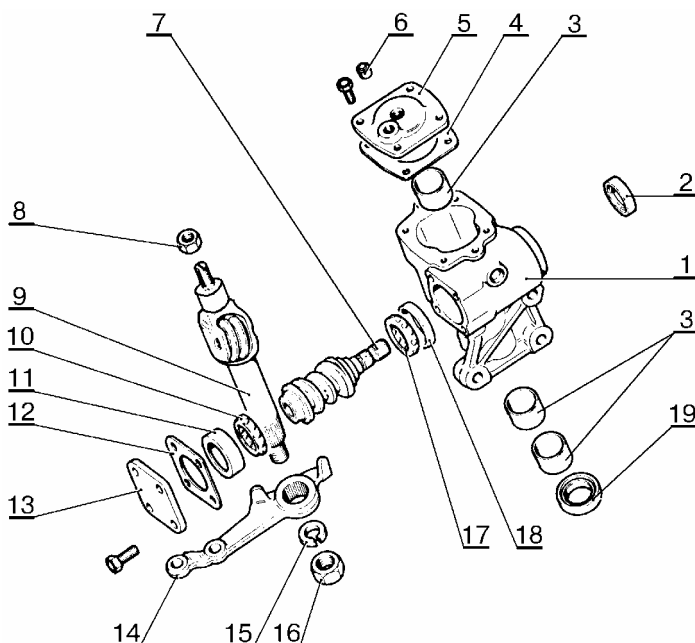

Рис.20. Сборка рулевого механизма 2123-3400012:
<p>жидкая прокладка КЛТ-75 ТМ ТУ 38.403-733-91 – норма расхода 5 грамм, головка сменная 13, вороток или гайковерт типа ИП-3111).</p> <p>ПРИМЕЧАНИЕ. Перед сборкой на резьбовую часть болтов крепления верхней крышки нанести герметик УГ-6.</p> <ul style="list-style-type: none"> - установить на вал сошки сошку 17, пружинную шайбу 18 и завернуть, не затягивая, гайку 19 крепления сошки (головка сменная 30 и вороток); - вращая вал червяка, установить сошку ориентировочно в середине хода, установить нулевой зазор в зацеплении "червяк - ролик" при помощи регулировочного винта. При нулевом зазоре стрелка индикатора, опертого на боковую поверхность сошки, должна отклоняться одновременно с началом вращения вала червяка в ту или в другую сторону (головка А.95697/5, вороток, отвертка плоская, штатив ШМ-II В-8, индикатор ИЧ-10); - установить на регулировочный винт стопорную шайбу 9 и затянуть контргайку 8 (отвертка плоская, ключ гаечный 19); - проверить момент вращения вала червяка. Момент вращения должен быть не более (100...120) Н.см [(10...12) кгс.см] в пределах угла поворота вала червяка не менее 30° от среднего положения вправо и влево и не более 75 Н.см (7,5 кгс.см) в остальной зоне угла поворота до упора сошки (головка А.95697/5, динамометр 02.7812-9501). <p>При величине момента вращения более указанной повторить регулировку зазора в зацеплении "червяк - ролик". Если регулировка зазора не позволяет достичь требуемой величины момента вращения, разобрать механизм, выяснить и устранить причины, влекущие к превышению момента вращения.</p> <ul style="list-style-type: none"> - затянуть гайку 19 крепления сошки. Момент затяжки гайки (205...250) Н.м [(20,5...25,0) кгс.м] (головка сменная 30, ключ динамометрический типа 02.7812-4004); - залить в картер рулевого механизма масло согласно Приложению 1 "Норм расхода основных и вспомогательных материалов для технического обслуживания и ремонта автомобилей ВА3", завернуть пробку и снять рулевой механизм с приспособления (масло трансмиссионное, установка типа "Аурас" для заправки маслом, ключ гаечный 8, ключи гаечные 17 – 2 шт.). Объем заливаемого масла согласно Приложению 2 "Норм расхода основных и вспомогательных материалов для технического обслуживания и ремонта автомобилей ВА3". <p>Для рулевого механизма 2123-3400012:</p> <ul style="list-style-type: none"> - запрессовать в картер роликовые подшипники 20, рис.20, на глубину 1,5 мм от торцев картера, как показано на рисунке 8 (оправка технологическая, молоток); - запрессовать в гнезда картера сальники 2 и 19 (оправка 67.7853-9541, молоток); - запрессовать в картер верхнее наружное кольцо 18 опорного подшипника (оправка А.74186, молоток); - установить сепараторы 17 и 10 подшипников на вал червяка и вал червяка 7 в картер рулевого управления; - запрессовать в картер нижнее наружное кольцо 11 опорного подшипника (оправка 67.7853-9541, молоток); - нанести на плоскости разъема картера и нижней крышки герметик ТБ 1215 или жидкую прокладку КЛТ-75 ТМ, установить на картер регулировочные прокладки 12 и нижнюю
- запрессовать заподлицо роликовый подшипник 3, рис.20 в верхнюю крышку картера рулевого механизма (оправка технологическая);